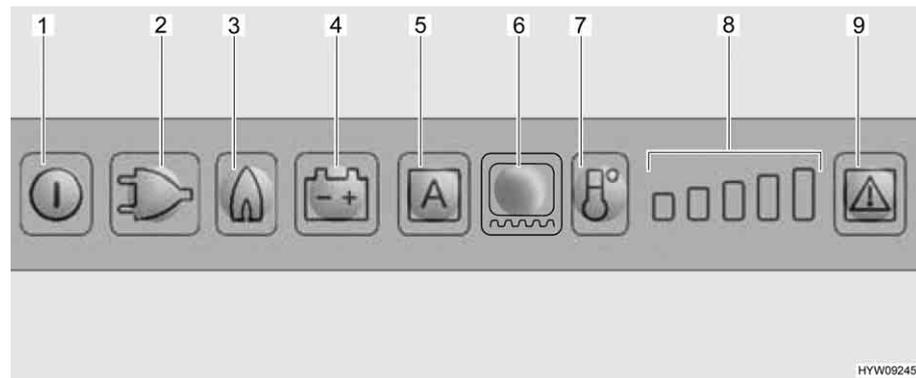

Fig. 225 Cuadro de mando de LED (frigorífico Dometic)
Al seleccionar el suministro de gas se abre automáticamente el seguro de encendido, de forma que puede fluir gas hacia el quemador. Simultáneamente se conecta el encendedor electrónico. Si se apaga la llama de gas, p. ej. debido a un golpe de viento, el encendedor se activa inmediatamente y enciende de nuevo el gas. En caso de alguna avería en el funcionamiento a gas, parpadearán los botones luminosos Gas (Fig. 225,3) y Avería (Fig. 225,9) y sonará una alarma acústica por 20 segundos.
- Pulsar la tecla On/Off (Fig. 225,1) por aprox. 2 segundos. El frigorífico se conectará, se visualizará el modo de funcionamiento seleccionado más recientemente.
- Pulsar el botón luminoso para el modo de funcionamiento deseado (Fig. 225,2 - 4) o el modo automático "AES" (Fig. 225,5) (sólo en el caso del modelo AES).
- Ajustar la temperatura de refrigeración con la tecla Nivel de refrigeración (Fig. 225,7). El indicador de nivel de refrigeración (Fig. 225,8) indicará el ajuste seleccionado del termostato.
- Pulsar la tecla On/Off (Fig. 225,1) por aprox. 2 segundos.
Una vez conectado, el frigorífico automáticamente seleccionará el ajuste medio del termostato. Este ajuste puede modificarse manualmente con la tecla Nivel de refrigeración (Fig. 225,7). Pasan algunas horas hasta que el frigorífico alcanza la temperatura de servicio normal. Al cambiar a otro modo de funcionamiento, se conservará el ajuste del termostato.
- Conectar la calefacción de marco por un período de 2 horas: Pulsar el botón luminoso Calefacción de marco (Fig. 225,6) una vez. Estará iluminada una barra del indicador de nivel de refrigeración (Fig. 225,8).
- Conectar la calefacción de marco por un período de 5 horas: Pulsar el botón luminoso Calefacción de marco (Fig. 225,6) dos veces. Estarán iluminadas dos barras del indicador de nivel de refrigeración (Fig. 225,8).
- Ajustar la calefacción de marco en funcionamiento continuo: Pulsar el botón luminoso Calefacción de marco (Fig. 225,6) tres veces. Estarán iluminadas tres barras del indicador de nivel de refrigeración (Fig. 225,8).
El indicador de nivel de refrigeración (Fig. 225,8) visualizará el tiempo de funcionamiento de la calefacción de marco por algunos segundos.
En caso de alguna avería, el botón luminoso Avería (Fig. 225,9) parpadeará. Además parpadeará o bien uno de los botones luminosos Modo de funcionamiento o el indicador de nivel de refrigeración. Adicionalmente sonará una señal de advertencia acústica. Para indicaciones con respecto a la indicación de errores y la eliminación de errores, véase el capítulo 14.
- ▷ Después de haber eliminado una avería del funcionamiento a gas, pulsar el botón luminoso Reset (Fig. 225,9).